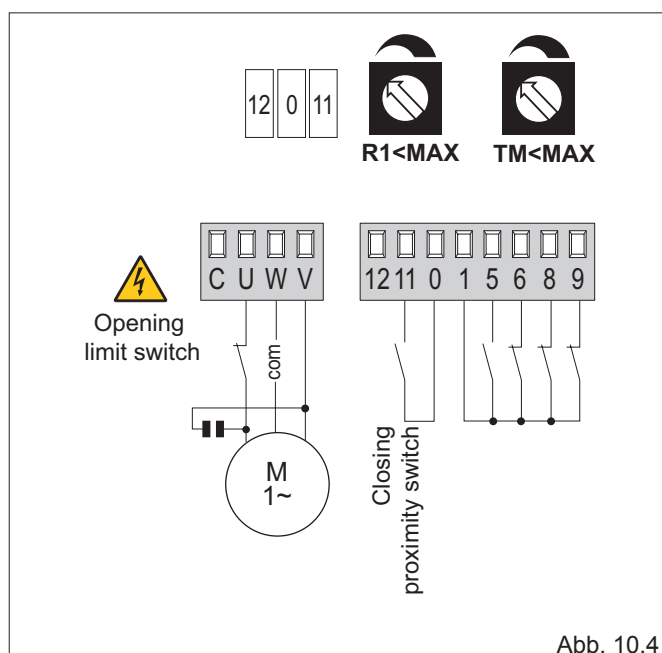

Abb. 10.4
**- (Abb. 10.4) Der Flügel soll beim Schließen über Kraft abschalten und beim Öffnen über Endscharter.**